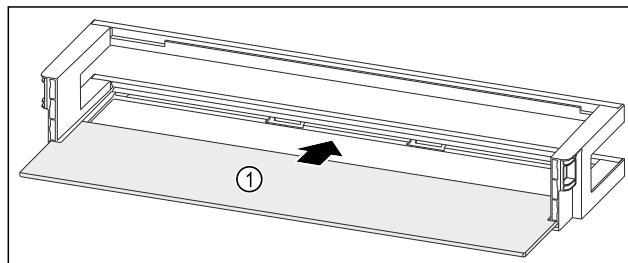

Fig. 97 Дверная полка со съемной полкой
- Вдвиньте съемную полку Fig. 97 (1) в боковые пазы.